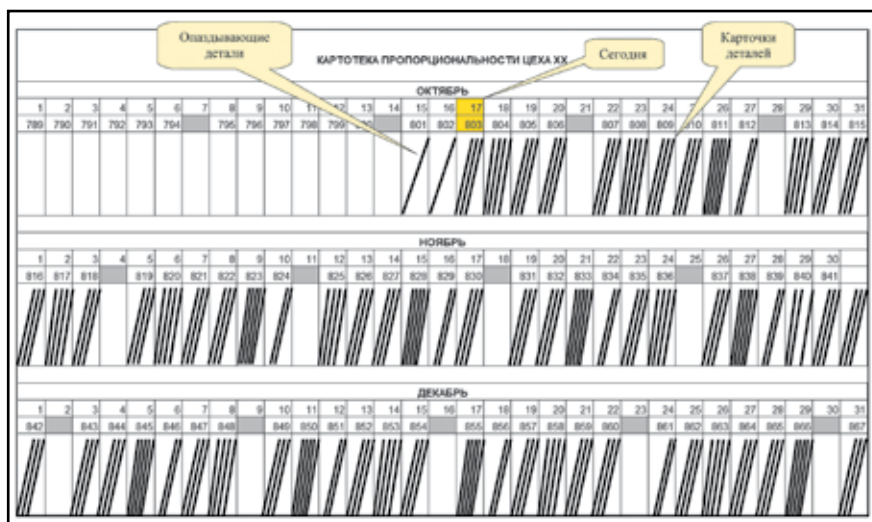

Рис. 2
**4. Запуск.** Для каждого из цехов (участков) для его номенклатуры деталей строилась “Картотека пропорциональности” (рис. 2). Картотека пропорциональности представляла собой шкаф с тремя полками (каждая